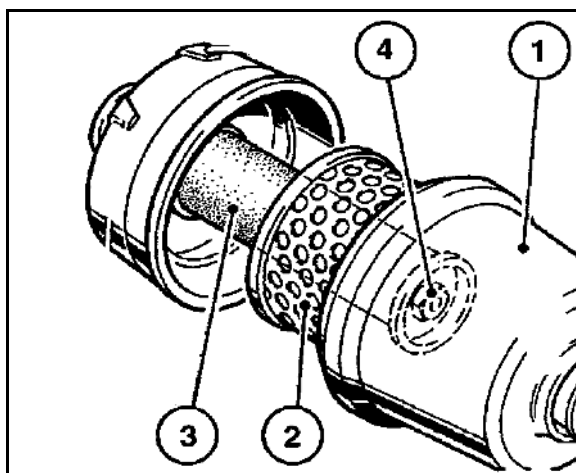

Bild 163
2. Lossa och skruva av smörjoljefilterpatronen (Bild 163/5) med i handeln tillgängligt verktyg.